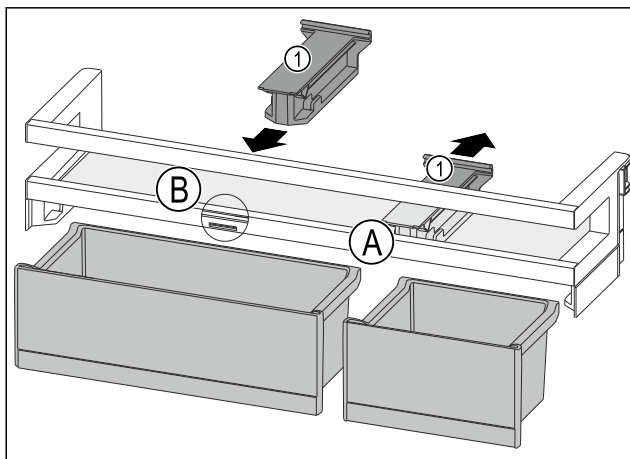

Fig. 195
- Pidržni dio Fig. 195 (1) u položaju Fig. 195 (A) skinite prema natrag.
- Pidržni dio Fig. 195 (1) umetnite u položaj Fig. 195 (B).